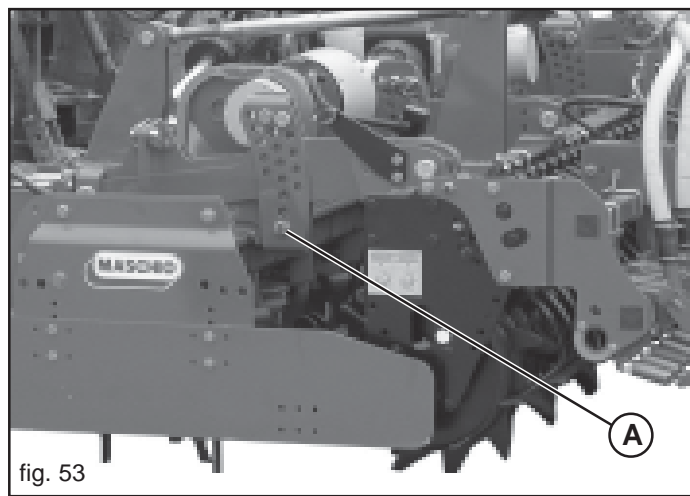

fig. 53
Avant d'effectuer la procédure de fermeture, vérifier que les pivots (A) de fin de course inférieur et des rouleaux arrière de la herse rotative sont le plus bas possible comme l'indique la Figure 53.